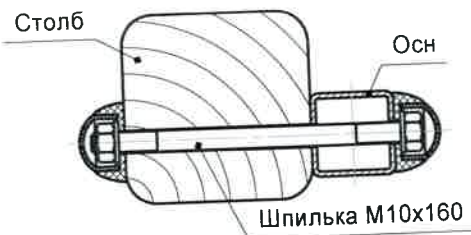

Рисунок 6 - Крепление оснований (Осн) к столбам
5.1.2 Прикрепить основания (поз.1) к столбам (поз.3) – шпилька М10х160 – 2 шт.х2х2 (рисунок 6).